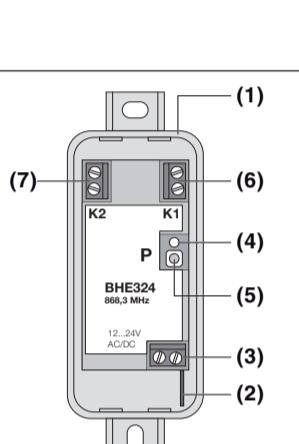

Fig. 1
**2 Device description****2.1 Receiver BHE324 (Fig. 1)**
**2 Description de l'appareil****2.1 Récepteur BHE324 (fig. 1)**